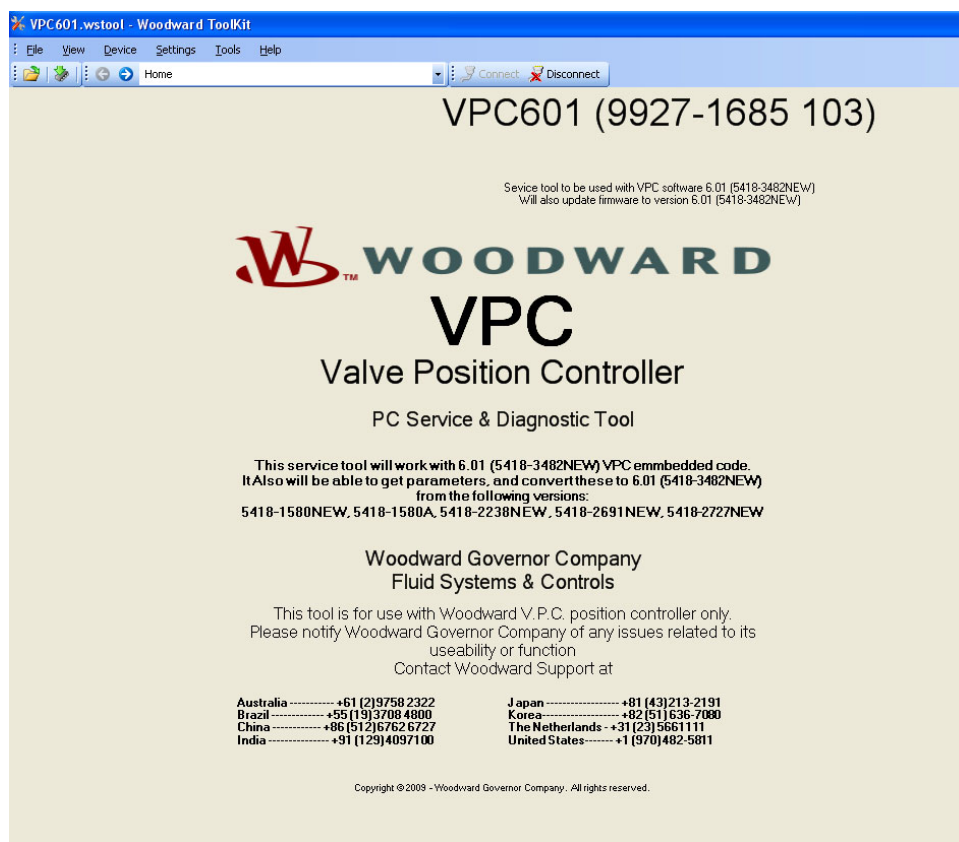

図 5-1. シリアル番号とアプリケーション ID
3. サービスツールを使ってドライバーに接続します。“**Connect**”ボタンをクリックします。(図 5-1) ドロップダウンウィンドウが出ますので、適当なネットワークを選択して接続してください。接続が確立したら、画面下部の“**Details**”を選択するとシリアル番号とアプリケーションIDが得られます。アプリケーションIDはソフトウェアの部品番号です。